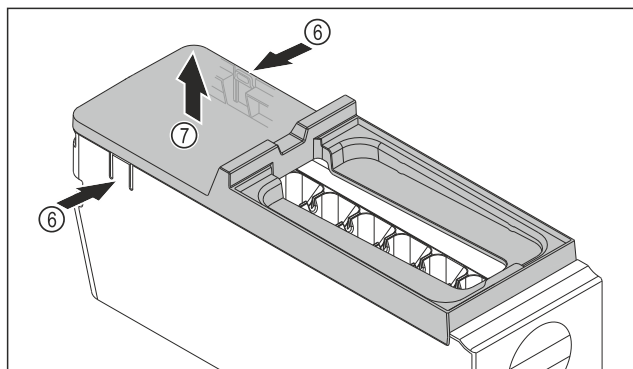

Fig. 173
- ▶ Vyjmutí krytu korpusu EasyTwist-Ice: Lamely Fig. 173 (6) na obou stranách korpusu EasyTwist-Ice stlačte jednou rukou.
- ▶ Kryt Fig. 173 (7) vyjměte druhou rukou nahoru.